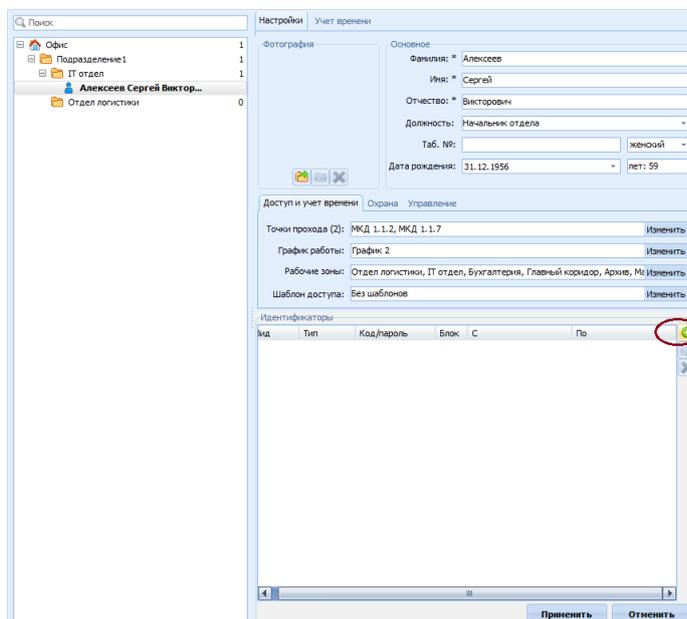

Рисунок 26.34 Добавляем идентификатор сотруднику
- проверить настроенные доступные зоны (у нас IT-отдел ШС) и нажать **ОК** (Рисунок 26.34, 26.35).